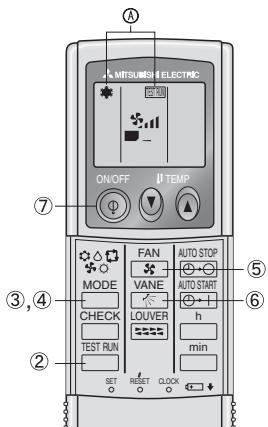

Fig. 7-2
7.2.2. Kablosuz uzaktan kumanda kullanarak (Fig. 7-2)
- ① Çalışma testinden en az 12 saat önce üniteye güç verin.
- ② (kontrol) düğmesine iki kere sürekli olarak basın. (Bu işlemi uzaktan kumanda durum göstergesi kapalı durumdayken başlatın.)
- ③ (isletme testi) ve o andaki işletme modu görüntülenir.
- ④ COOL (soğutma) modunu yürürlüğe koymak için (MOD) (MOD) düğmesine bastıktan sonra ünitenin dışarıya soğuk hava basıp olmadığını kontrol edin.
- ⑤ HEAT (ısıtma) modunu yürürlüğe koymak için (MOD) (MOD) düğmesine bastıktan sonra ünitenin dışarıya sıcak hava basıp olmadığını kontrol edin.
- ⑥ FAN (Fan) düğmesine basıp, fan hızının değişip, değişmediğini denetleyin.
- ⑦ VANE (Kanatçık) düğmesine basıp otomatik kanatçığın gereği gibi çalışmamasını kontrol edin.
- ⑧ İşletme testini durdurmak için ON/OFF (açma/kapatma) düğmesine basınız.